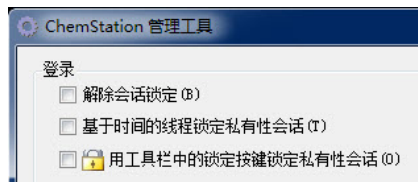

图 4 ChemStation 管理工具
- **基于时间的**：根据在 OpenLab 控制面板中的配置，当没有任何用户交互的时间达到给定时间后，ChemStation 会自动锁定（请参见 **安全策略** 下面的 **非活动超时**）。关于 OpenLab 控制面板中的设置的更多信息，请见《Agilent OpenLab CDS ChemStation Edition 配置指南》(CDS_CS_configure.pdf)。可配置基于时间的会话锁定，使其以私有方式或非私有方式锁定 ChemStation 会话（请参见第 20 页的图 4）。